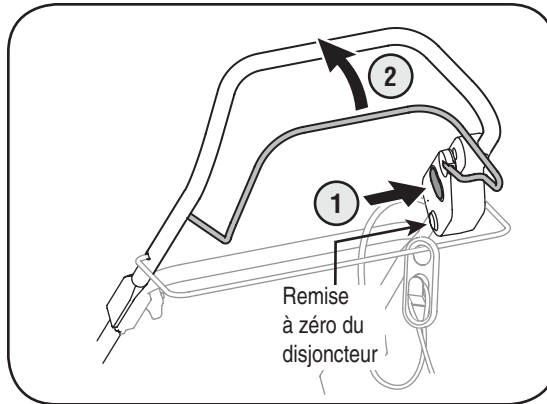

Figure 4-3
La tondeuse est équipée d'un disjoncteur qui se trouve sur la commande du moteur et de la lame. Voir la Figure 4-3. Ce disjoncteur est conçu pour se déclencher lorsque le moteur est surchargé. Voir le chapitre « Entretien » pour remettre le disjoncteur à zéro.
3. Appuyez sur le bouton de démarrage (rouge) et maintenez-le enfoncé. Voir la Figure 4-3.
4. Tout en gardant le bouton de démarrage enfoncé, relevez la commande du moteur et de la lame contre le guidon supérieur pour faire démarrer le moteur et embrayer la lame. Voir la Figure 4-3.
2. Poussez sur le commutateur du disjoncteur pour le remettre à zéro. Voir la Figure 4-3 dans le chapitre « Utilisation ».